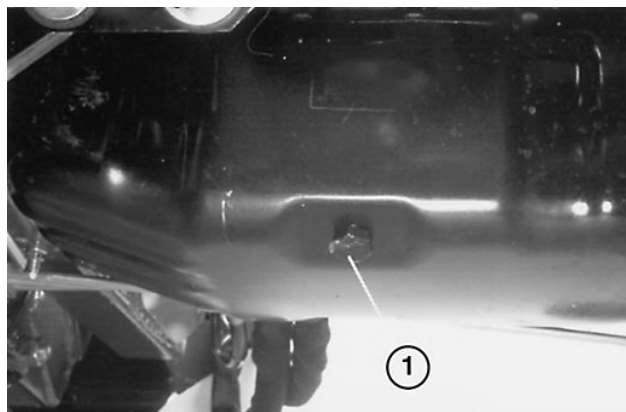

Figure 35
- Placer un bac de vidange sous le bouchon de vidange (Fig. 35). Nettoyer la surface autour du bouchon de vidange.